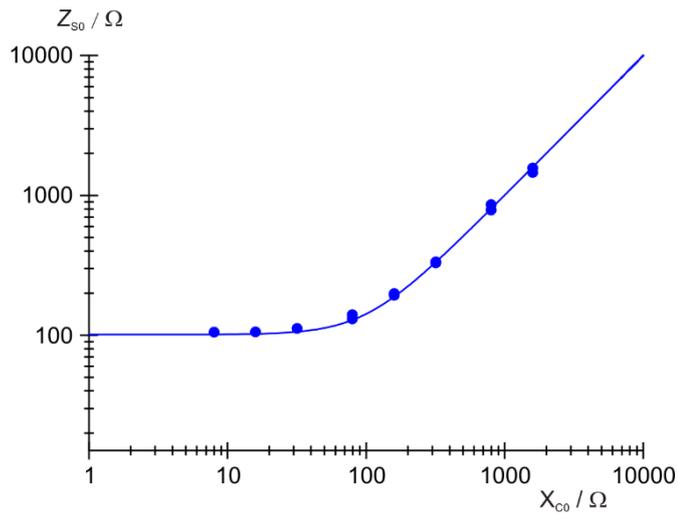

Fig. 4: Resistenza totale con il collegamento in serie.
- Rappresentare graficamente i valori  $Z_{S0}$  e/o  $Z_{P0}$  della resistenza totale e gli spostamenti di fase  $\varphi_S$  e/o  $\varphi_P$  per il collegamento in serie e in parallelo, in funzione di  $X_{C0}$  (Fig. 4 – 7).
- Calcolare teoricamente i valori  $Z_{S0}$  e/o  $Z_{P0}$  della resistenza totale e gli spostamenti di fase  $\varphi_S$  e/o  $\varphi_P$  secondo le equazioni, per il collegamento in serie (5) e in parallelo (6),
e rappresentarli utilizzando delle linee tracciate in Fig. 4 – 7.